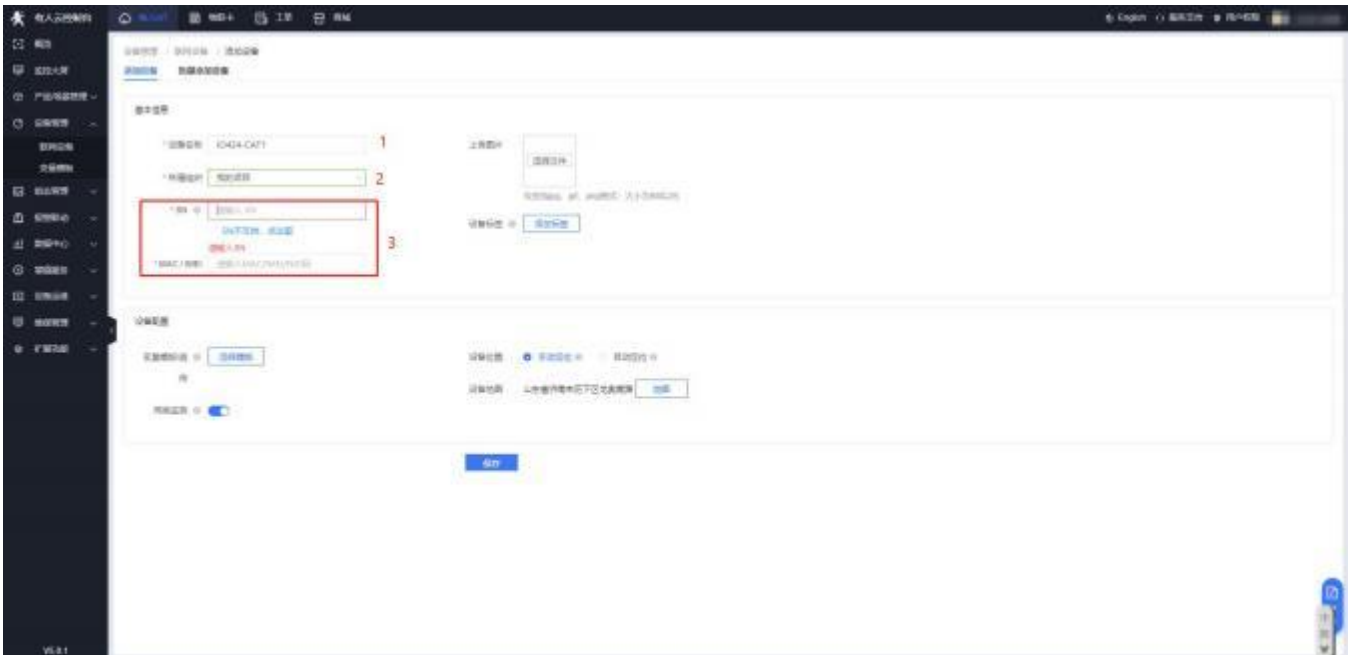

图 18 添加 LG220
9. 登录有人云后依次点击左侧菜单的设备管理及其子菜单下的添加设备进入添加设备页面，依照图 18 将 LG220 设备添加到云端，红星标注项请根据设备参数及账号内容进行配置（所属用户为有人云用户名，所属分组根据账号内设备分组选择，设备名称可自由设置，MAC 见设备标签），配置完成后点击下方保存按钮。